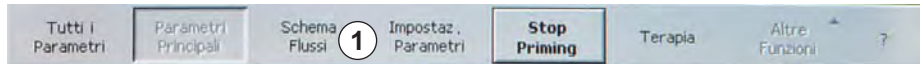

Fig. 3-23 Voce *Schema Flussi* nella barra dei menu
1. Ruotare la manopola per selezionare *Schema Flussi* (Fig. 3-23, ①) nella barra dei menu e premere il tasto *Invio*.